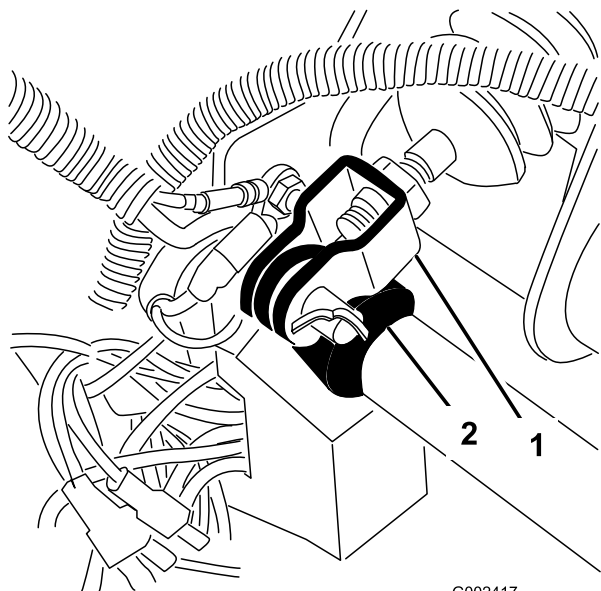

図 66
1. マスターシリンダのヨークをブレーキペダルのピボットに固定しているコッターピンとクレビスピンを取る 図 66。